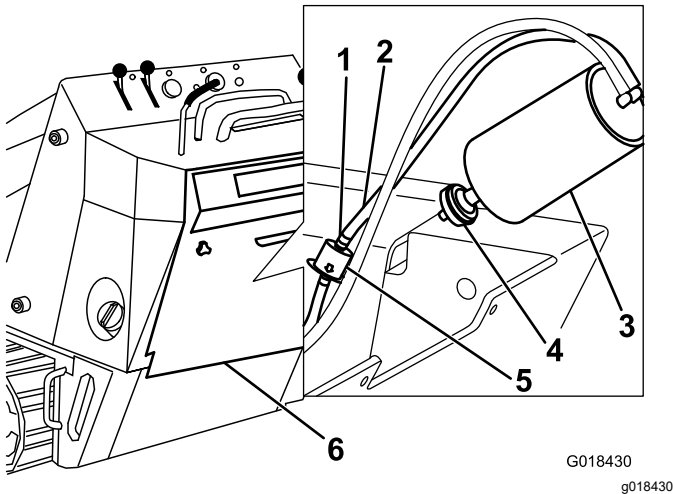

Figure 35
4. Déposez le filtre à air à charbon actif et mettez-le au rebut (Figure 35).
5. Posez un filtre neuf sur la cartouche de charbon actif (Figure 35).
4. Éloignez du filtre les colliers de flexible à ressort de chaque côté du filtre à charbon actif de tuyau de purge (Figure 35).
5. Déposez le filtre de tuyau de purge et mettez-le au rebut (Figure 35).
6. Posez un filtre neuf dans le flexible en orientant la flèche située sur le filtre dans la direction opposée au filtre à charbon actif et fixez-le en place avec les colliers (Figure 35).